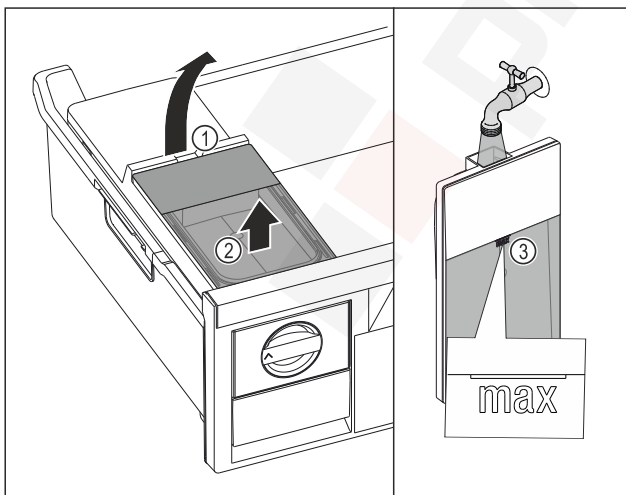

Fig. 103
- ▶ Emelje fel a víztartályt a kivágásnál Fig. 103 (1).
- ▶ Felfelé vegye ki a víztartályt. Fig. 103 (2)
- ▶ Ivóvízzel töltsse fel a jelölésig Fig. 103 (3) a víztartályt.